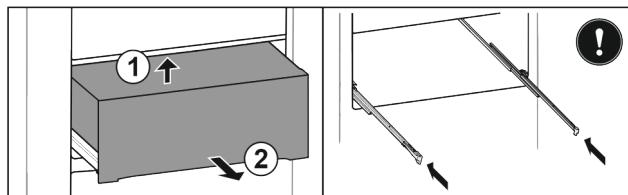

Fig. 29*
- Nadvihnite ju zospodu dozadu Fig. 29 (1).*
- Odoberte ju dopredu Fig. 29 (2).*